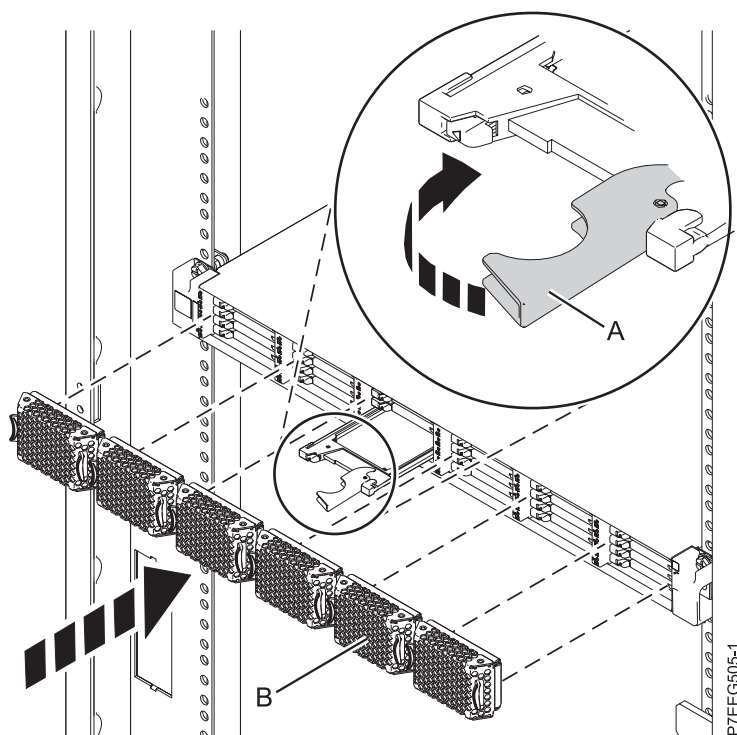

Figura 36. Substitució d'una unitat d'estat sòlid a Allotjament d'emmagatzematge EDR1 PCIe.
4. Quan el LED d'identificació de la unitat d'estat sòlid es torni sòlid, feu lliscar tota la unitat d'estat sòlid cap a Allotjament d'emmagatzematge EDR1 PCIe fins que quedi ben encaixada. A continuació, feu girar la nansa (A) fins a la posició de bloqueig. Consulteu Figura 36.
6. Instal·leu la tapa bisellada (B).